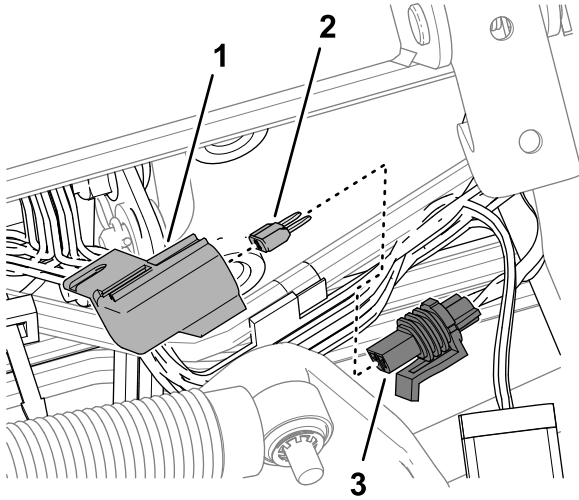

图 89
3. 从标有 10 A 保险丝远程信息处理电源的串联保险丝座上拆下盖子 图 89。